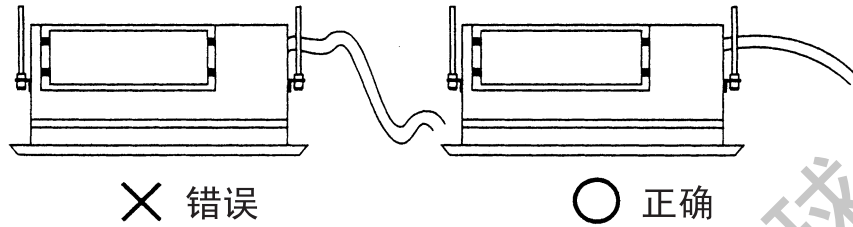

图14
1. 装排水管（请参图 14）
- 排水管要尽量短并向下倾斜，以免形成空气栓塞。（请参见图 14）